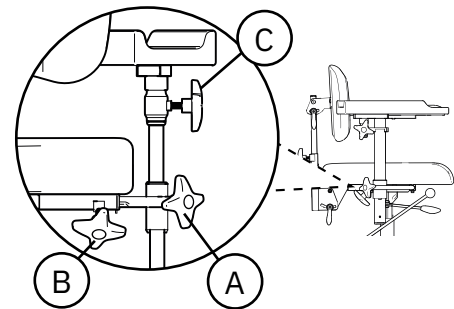

Figure 5.51. Accoudoir Hemiplegi.
Les accoudoirs Hemiplegi sont réglables en hauteur (A), en largeur (B) et en rotation (C), voir figure 5.51.